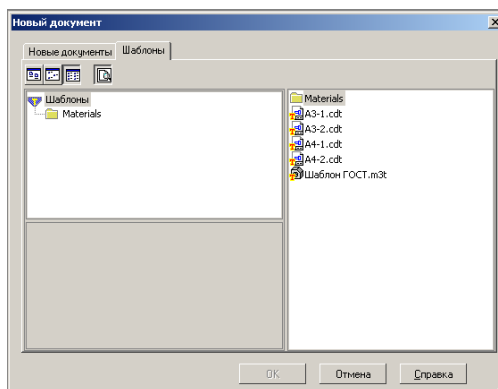

Рис. 10.4. Сохранение шаблона документа в системе КОМПАС-3D LT.
- 2) в окне диалога (рис. 10.4):